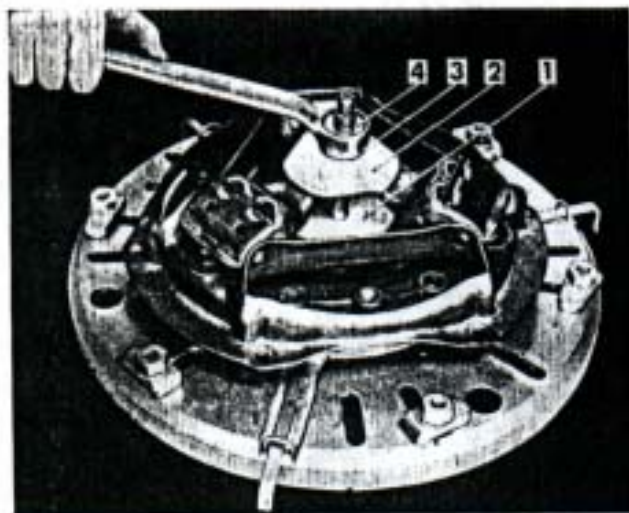

Fig. 34. — Desarmando el embrague "AUBURN" en el plato HS-64.
- 6') Apretar la tuerca hasta que las palancas de desembrague hagan tope en la cubierta del embrague (Fig. 34).